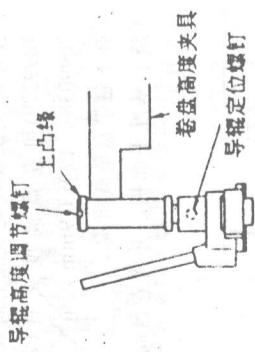

图 51
② 对准导棍上凸缘底边和卷盘高度夹具顶部, 如图 51 所示;
③ 继续执行细调。